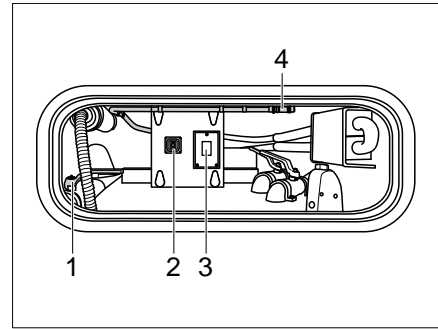

Bild 356 Kassette Zerhackertoilette spülen (Ansicht in Staukasten)
- Entleerungshahn (Bild 356,1) öffnen.
- Schalter (Bild 356,3) drücken.
- Schalter (Bild 356,2) für die Entleerungspumpe betätigen.
- Schlauch zur Tankreinigung (Bild 356,4) im Staukasten aushängen und an einen Wasseranschluss anschließen.
- Nach der Spülung Wasseranschluss abnehmen und Schlauch zur Tankreinigung (Bild 356,4) verstauen.
- Entleerungshahn (Bild 356,1) schließen.